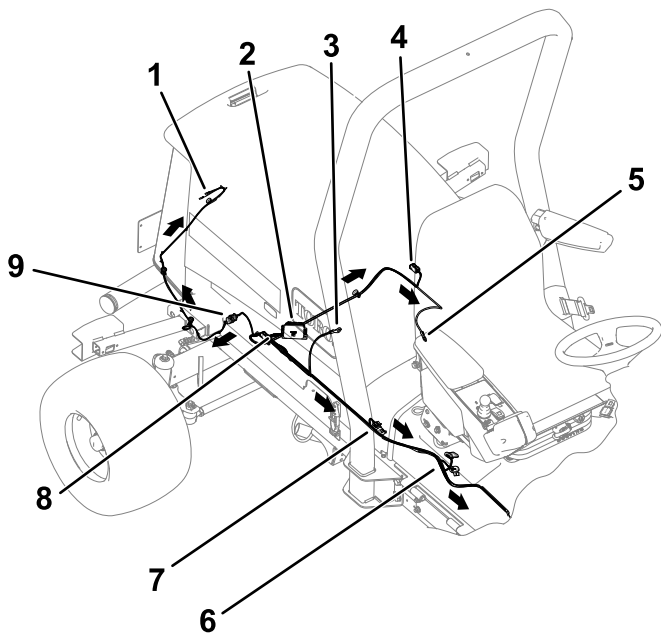
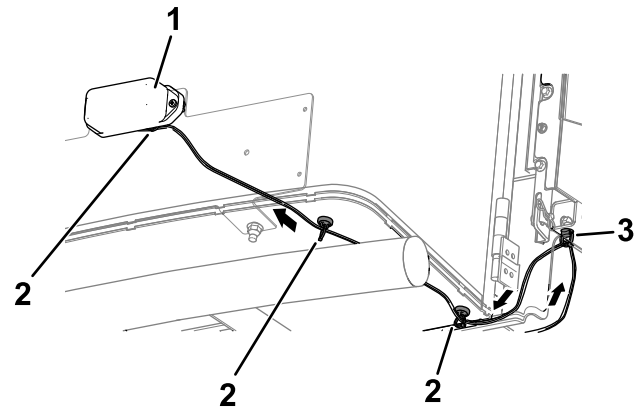

Figure 16
Figure 18
5. Acheminez le faisceau électrique vers le côté gauche de la machine, comme montré à la Figure 16.
6. Reliez la branche du faisceau électrique relative à la masse du moteur au bloc de mise à la masse (Figure 16).
7. Branchez le faisceau électrique aux feux arrière gauche et droit (Figure 16).
9. Utilisez le faisceau adaptateur long pour brancher le faisceau aux éclairages de la plaque d'immatriculation (Figure 16 et Figure 18).
Voir la Figure 18 pour connaître l'emplacement correct du support de serre-câble magnétique sur la machine. Placez un aimant sur la face intérieure du support de la plaque d'immatriculation. Faites passer le faisceau adaptateur dans le clip serre-câble que vous avez installé à l'opération précédente.
10. Continuez d'acheminer le faisceau électrique le long du profilé de cadre droit (Figure 16).
11. Connectez la cosse en anneau au démarreur (Figure 16).
12. Branchez le faisceau électrique au gyrophare (Figure 16).
13. Branchez le faisceau électrique au contacteur de point mort (Figure 16).